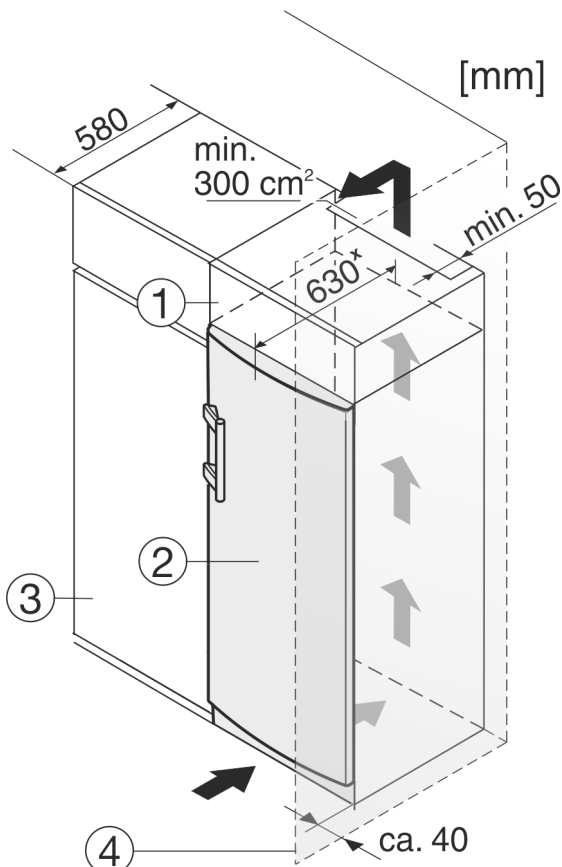

Fig. 12
- (1) Dulap suspendat
- (2) Aparat
- (3) Dulap de bucătărie
- (4) Perete
Aparatul poate fi refăcut cu dulapuri de bucătărie. Pentru a aduce aparatul Fig. 12 (2) la același nivel cu mobilierul de bucătărie, se poate monta deasupra aparatului un dulap suspendat Fig. 12 (1).
În cazul conversiei constructive cu dulapuri de bucătărie (grosime max. 580 mm), aparatul poate fi amplasat direct lângă dulapul de bucătărie Fig. 12 (3). Aparatul iese în afară în partea laterală cu 34 mm x și în centrul aparatului cu 50 mm x în raport cu suprafața frontală a dulapului de bucătărie.
Atunci când aparatul este montat cu balamalele lângă un perete Fig. 12 (4), distanța dintre aparat și perete trebuie să fie de cel puțin 40 mm. Această valoare corespunde proeminenței mânerului cu ușa deschisă.